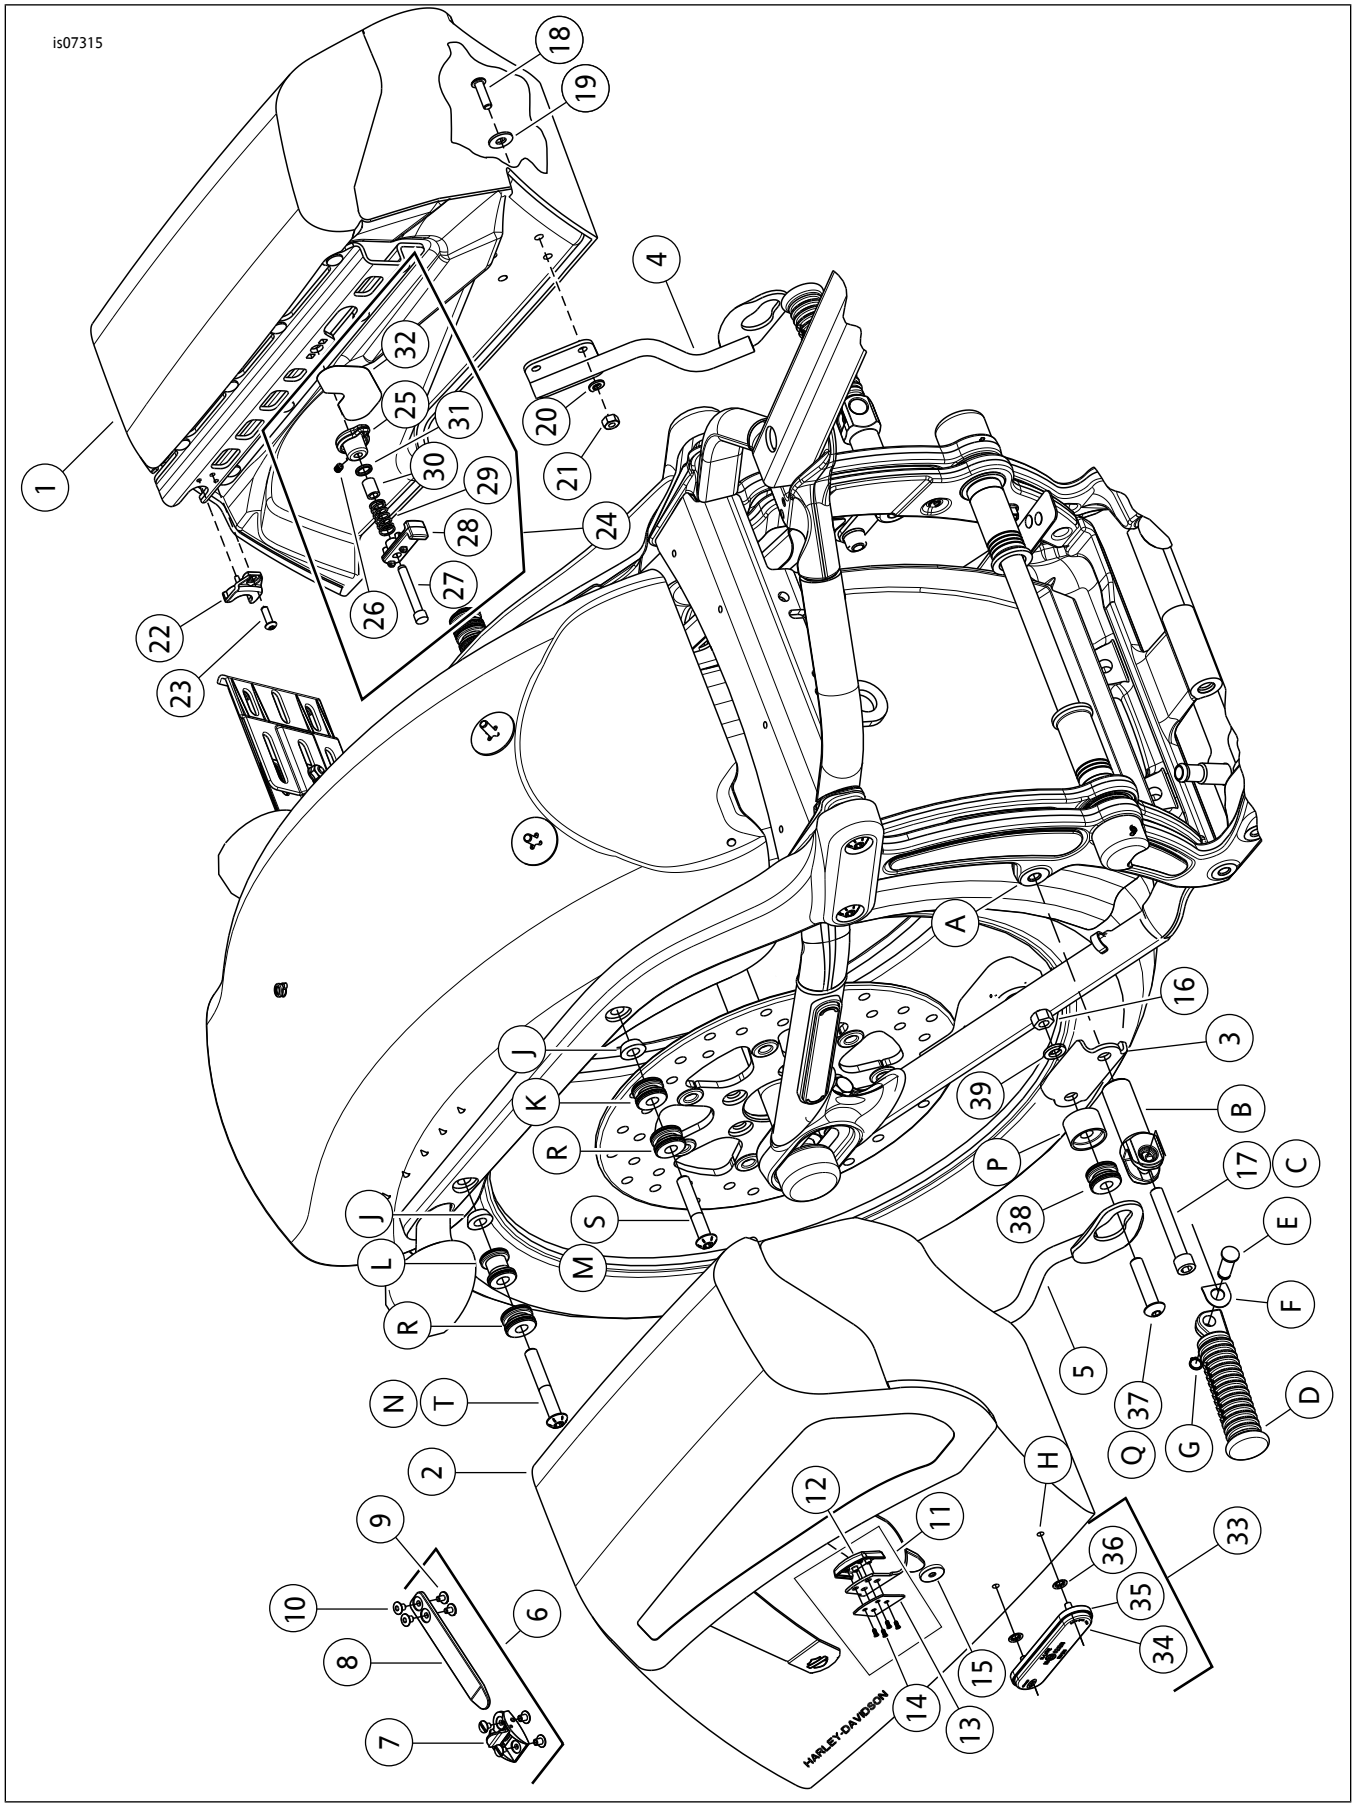

图2。维修零件：FXSB/SE可拆卸式边箱
- 参见图2。将支撑臂(4)与左侧边箱(1)的四个安装孔对齐。
- 参见图2。将反光片底架(35)放在边箱的前下侧或放在后侧的哈雷戴维森标志正上方。
- 参见图2。将后对接隔块(22)插入边箱支架后面。
2. 参见图2。拉动旋钮(25)(位于边箱内的中心)并朝边箱前面转动旋钮。
- 拧紧第三点螺丝(图2:项目18)至 6.8-10.2 N·m (60-90 in-lbs)。
- 拧紧脚踏安装螺丝(图2:项目17)至 33.9-40.7 N·m (25-30 ft-lbs)。